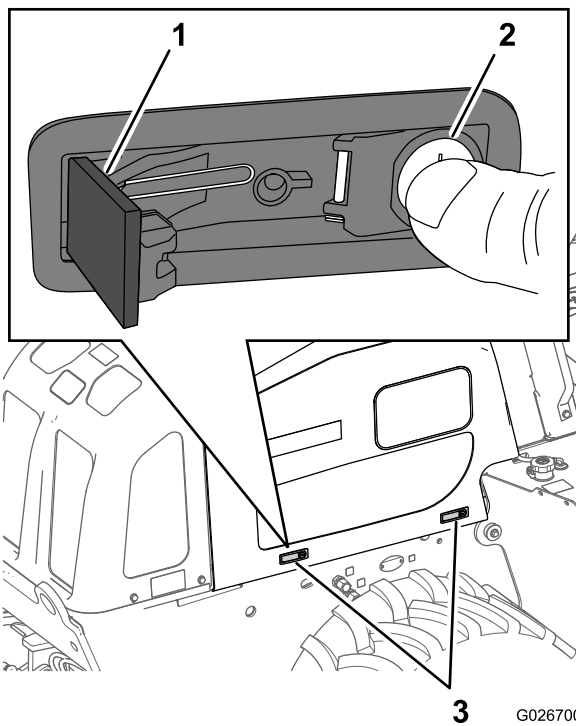

Bild 65
3. Drücken Sie den Tastenteil jedes Riegels nach unten – der Teil des Riegels inkl. des Schlosszylinders (Bild 65).
4. Drücken Sie die Hebelklinke nach innen, um den Riegel einzurasten (Bild 65).